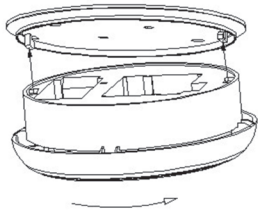

Figura 4
**DIAGRAMA DE INSTALACIÓN (Figura 4)**
DIAGRAMA DE INSTALACIÓN (Figura 4)